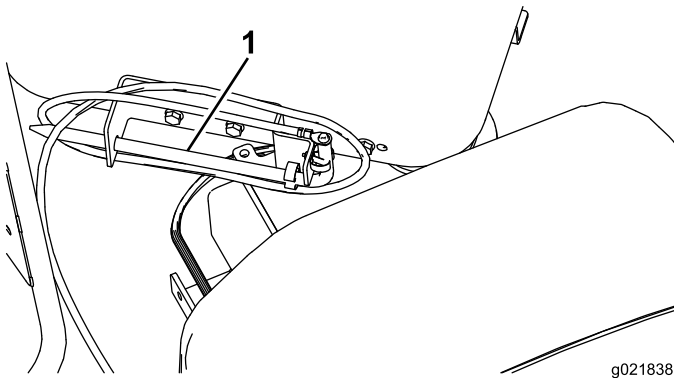

Bild 85
1. Nehmen Sie den Erdungsstab aus der Halterung an der Seite der Bedienerplattform (Bild 85).
2. Bewegen Sie den Bohrwagen auf dem Bohrrahmen ganz nach unten und sprühen Sie das Spindelgewinde mit Profilverbindungsmasse ein. Bringen Sie den Bohrwagen dann wieder an das obere Ende des Rahmens (Bild 85).